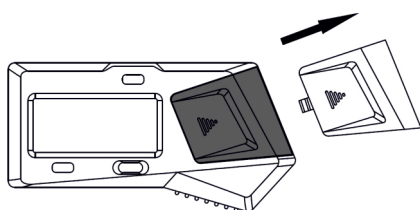

Abb. 1
- » Entfernen Sie den Batteriefachdeckel (Abb. 1).